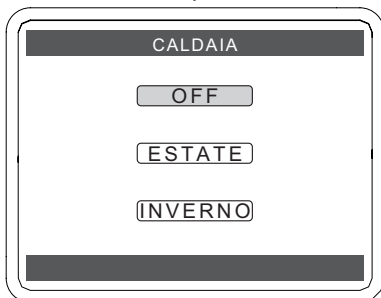

Figura 6.9
- Premere il tasto (✓) o (↶) per selezionare il campo "OFF" la caldaia in Stand-by (Figura 6.9):